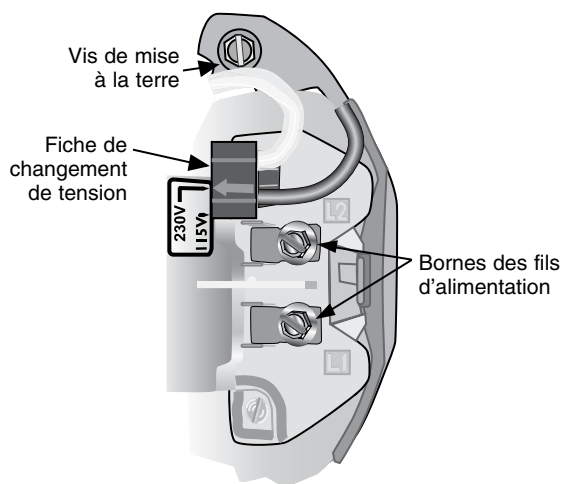

Figure 6 – Tension réglée sur le courant de 230 volts. Sélectionneur à fiche.
1. Brancher tout d'abord le fil de mise à la terre du circuit électrique, puis le fil de mise à la terre du moteur sur la borne de mise à la terre verte qui se trouve sous le couvercle du moteur (se reporter à la Figure 6) et identifiée par les lettres « GRD ». Procéder à la mise à la terre sur cette borne. Ne pas brancher le moteur sur le courant électrique tant que la pompe n'a pas été mise en permanence à la terre, sinon on risque de subir de graves secousses électriques, voire d'être mortellement électrocuté.